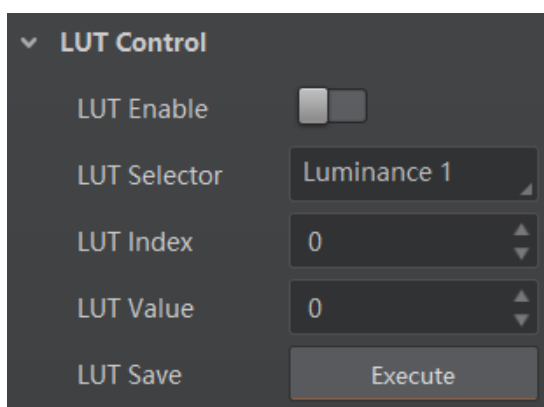

图7-46 LUT 设置
3. 通过 *LUT Value* 参数设置偏移量对应的值，默认为 *LUT Index* 参数的 4 倍，可根据实际情况自定义设置，范围为 0 ~ 4095。如图 7-46 所示。